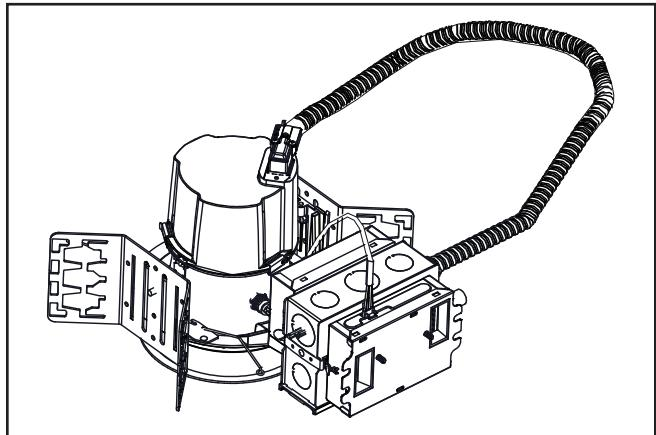

Figure 7.
5. Installez la garniture et le module dans le boîtier (Figures 7 et 8).